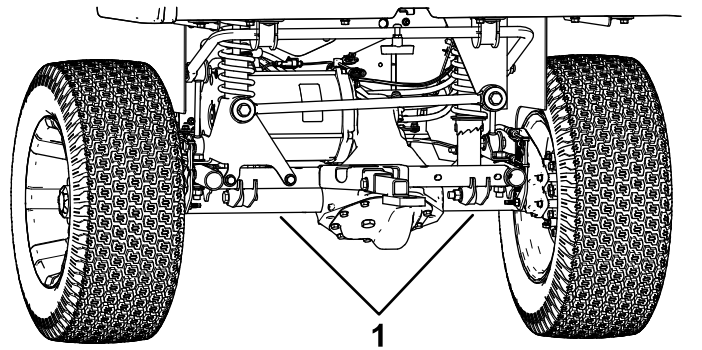

Figure 30
- Le point de levage arrière est situé sous les tubes d'essieu (Figure 30).